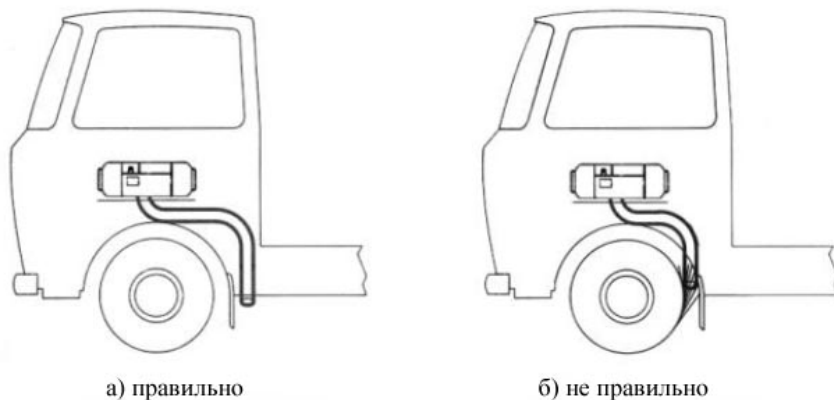

Рис. 22
4.6.5 Расположение труб должно защищать открытые концы от попадания жидкой глины, дождя, снега и прочей грязи (Рис. 22).